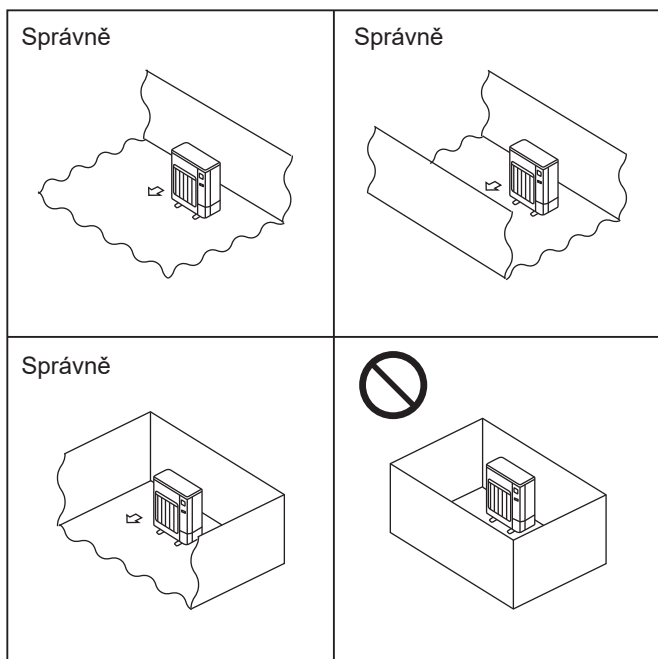

Fig. 2-1
- © Venkovní jednotky instalujte na místa, kde je alespoň jedna z jejich čtyř stran otevřená a prostor je dostatečně velký a bez prohlubní. (Fig. 2-1)